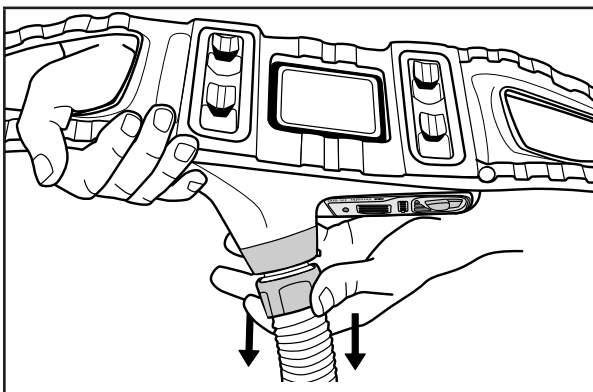

Fig. 12 Remoção da Traquéia
4. Remoção: Coloque o motorizado de cabeça para baixo de forma que a saída fique voltada para baixo (Fig. 12) para ajudar a minimizar o potencial de contaminação na saída.